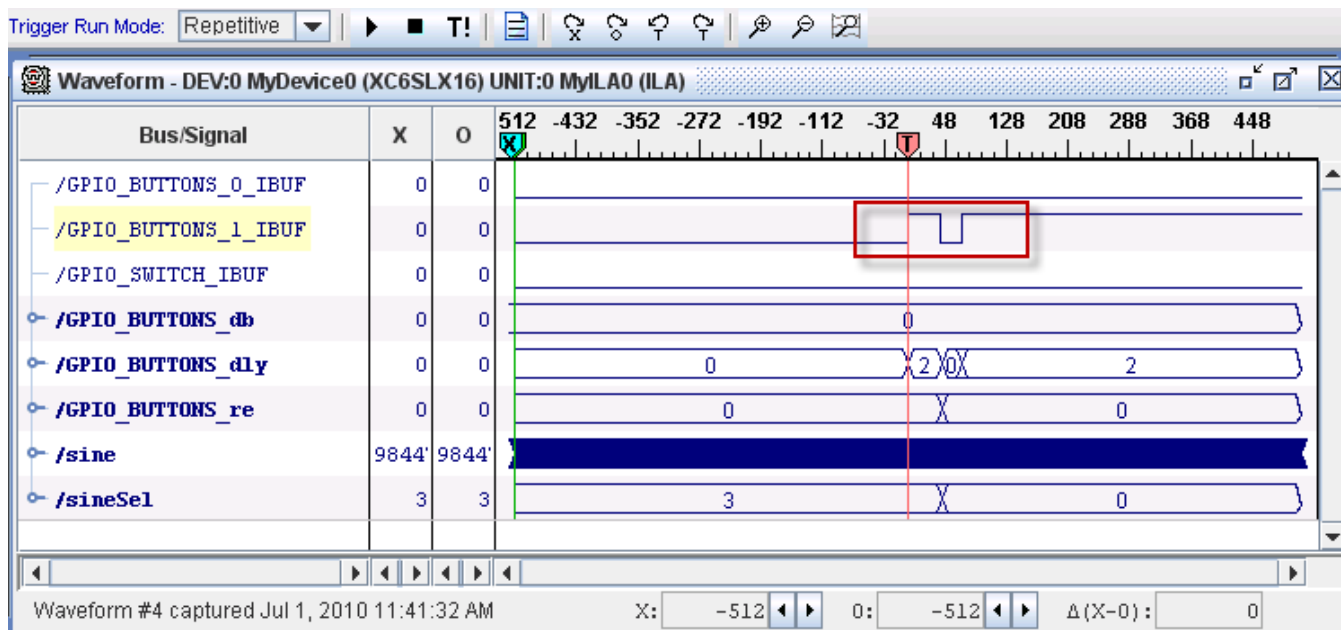

図 10 : GPIO\_BUTTONS\_1\_IBUF 信号のグリッチ
7. GPIO\_BUTTONS\_1\_IBUF 信号の複数の遷移が表示されるまで、ボードで [Sine Wave Sequencer] ボタンを押します。これは、入力で発生しているグリッチを視覚化する作業です。グリッチの例は、図 10 を参照してください。